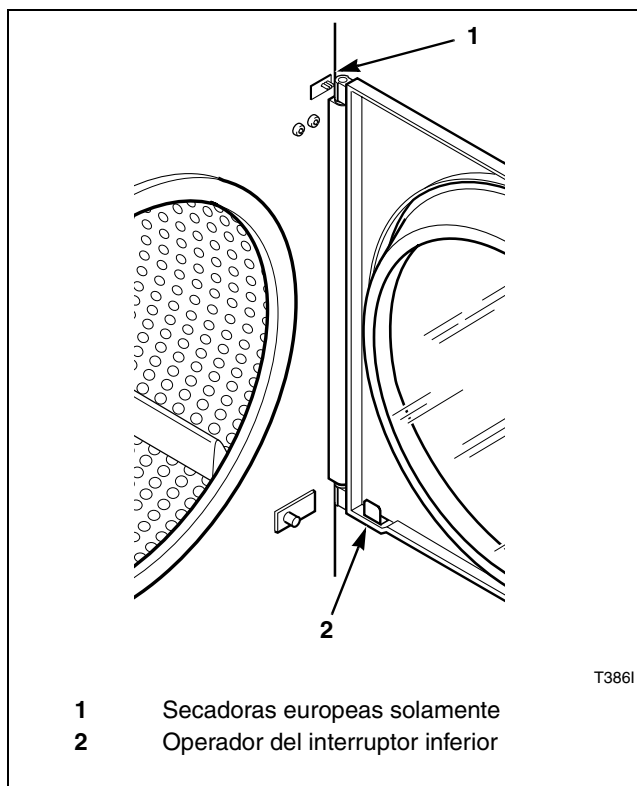

Figura 19
El interruptor de la puerta debe ser ajustado de forma que el cilindro pare cuando la puerta se abra 51 mm (2 pulgadas) más o menos 6 mm (1/4 de pulgada). Este interruptor normalmente está abierto y se cierra por la leva de bisagra cuando la puerta está cerrada. Si es necesario hacer ajustes, consulte la *Figura 19* y siga adelante de la manera siguiente:
Las secadoras europeas tienen un segundo interruptor de puerta cerca de la parte superior de la misma (consulte la *Figura 19*). Este interruptor debe ajustarse de forma que el cilindro se detenga cuando la puerta se abra entre 0 – 51 mm (0 – 2 pulgadas). Este interruptor normalmente está cerrado y se cierra por la leva de bisagra cuando se abre la puerta. Si es necesario hacer ajustes, consulte la *Figura 19* y siga adelante de la manera siguiente:
1. Quite el operador del interruptor inferior (*Figura 19*) de forma que puede escucharse un “clic” del interruptor superior.